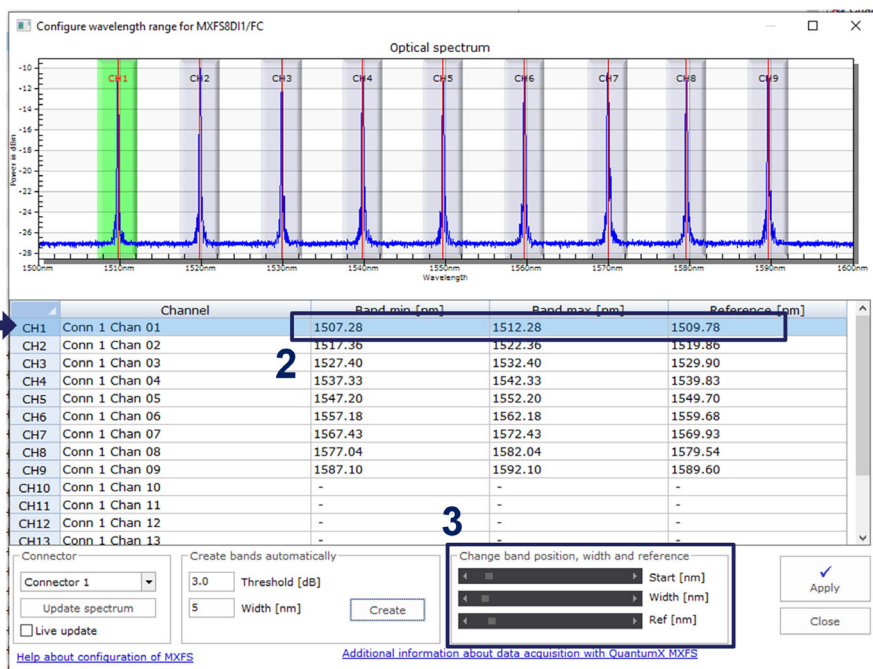

図5.12 バンドを調整します
- ▶ 目的のチャンネルラインを選択します（ラインは表上で青で強調表示され、バンド幅はグラフ上で緑で強調表示されています） - 図5.12の1番を使用。
- ▶ 表に、最小バンド値、最大バンド値、および基準波長（2インチ、または）を記入します->図5.12の2番を使用。